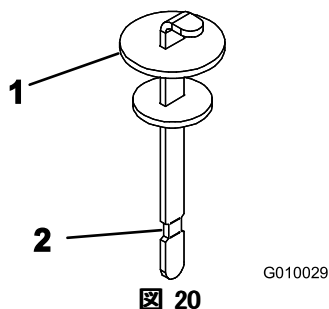

図 20
4. 補給口の首からディップスティックを抜き、きれいなウェスでいねいに拭う。もう一度首に差し込んで引き抜き、オイルの量を点検する。FULL 位置まであればよい (図 20)。